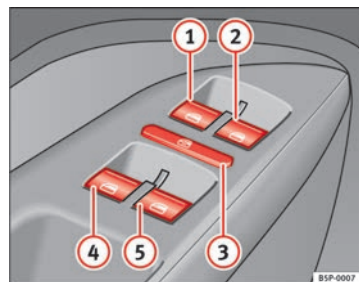

Fig. 69 Dettaglio della porta del conducente: interruttori dei finestrini anteriori e posteriori
I tasti → fig. 69 ① e ② hanno due livelli per l'apertura e due per la chiusura dei finestrini. In questo modo è più facile eseguire le operazioni di apertura e chiusura.